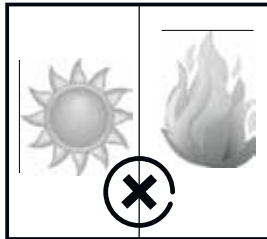

Imagen 2
- No exponerlo a la luz solar directa. Cuando la luz solar alcanza el vidrio del botellero refrigerador, el funcionamiento del mismo se verá incrementado. Esto significa que se incrementará tanto la temperatura de los productos contenidos dentro, como el consumo eléctrico. (Imagen 2)